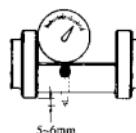

图 13-25
- 将千分表放在模拟件上, 将其测量探头伸出模拟件底部 5~6mm (图 13-25)